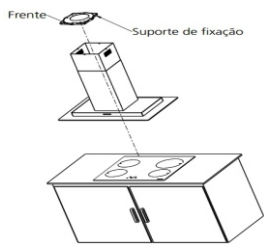

Fig.8
- Marcar o centro da mesa do cooktop ou fogão. Com o auxílio de um prumo centralizar a linha de centro da coifa (centro do suporte de fixação) com o centro do cooktop ou fogão (Fig.8);